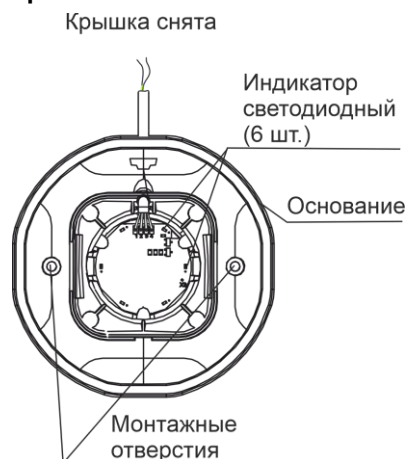

Рисунок 2
Оповещатель состоит из основания, печатной платы с радиоэлементами и крышки (рисунок 2). Конструкция оповещателя обеспечивает возможность крепления его на стене помещения.
- используя монтажные отверстия на основании оповещателя (см. рисунок 2), закрепить оповещатель на несущей поверхности винтами;